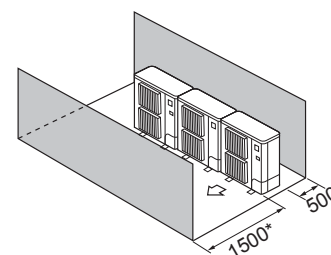

Fig. 2-12
- ④ Obstáculos apenas na parte da frente e de trás (Fig. 2-12)